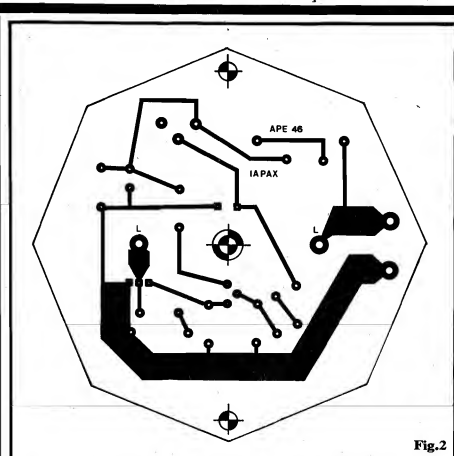
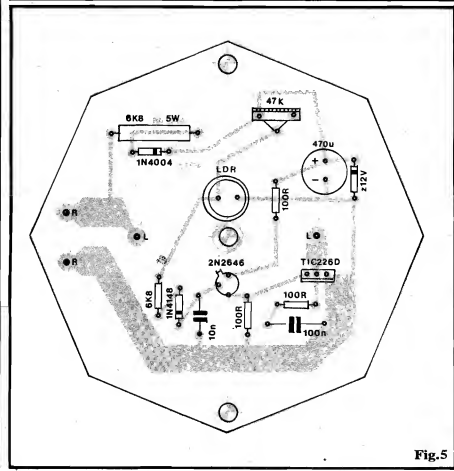

Fig. 2
Fig. 5
- FIG. 2 - LAY OUT DO CIRCUITO IMPRESSO ESPECÍFICO - Num formato (como já foi mencionado) "fora do padrão", já que as placas costumemente assumem desenho quadrado ou retangular, a placa específica da IAPAX é vista pelo seu lado cobreado, destacando-se em negro as trilhas e ilhas que "sobram" depois da corrosão. Devido às próprias características finais de utilização, e também às dimensões um tanto "folgadas" dos componentes apropriados, o padrão ficou bem "descongestionado", tornando muito fácil a sua reprodução e confecção, seja usando decalques, seja com tinta e caneta especial... Alguns pontos, porém, são muito importantes para a perfeita acomodação de peças periféricas, e correto "casamento" mecânico final do conjunto: a posição de todas as ilhas e furos tem que ser respeitada rigorosamente. Os três furos em linha (um no centro da roseta octagonal e outros dois em vértices do polígono) devem apresentar um diâmetro interno (de furação, portanto) de 4mm, de modo a facilitar a passagem de parafusos não muito estreitos... As furações das ilhas mais "taludas", situadas nos extremos das trilhas largas (são percursos de alta Corrente e alta Potência, por isso precisam ser largas...) deve situar-se entre 1,5 mm e 2,0 mm (as demais ilhas poderão receber furação em calibre "padrão", entre 0,8 mm e 1,0 mm). No mais, é só conferir muito bem o impresso, ao final da confecção (ainda antes de inserir e soldar as peças, sempre lembrando que cuidados de isolamento e verificação de contatos espúrios torna-se ainda mais importante em montagens que envolvam Potências, Tensões e Correntes elevadas (como é o caso da IAPAX...).
- FIG. 5 - "CHAPEADO" DA MONTAGEM - O Circuito Impresso, no seu formato de octógono regular, é visto agora pelo lado não cobreado, todas as peças devidamente posicionadas, identificadas pelos seus códigos, valores, polaridades, etc. Vários dos componentes são polarizados, ou seja: devem obrigatoriamente ser colocados e ligados numa única e certa posição, já que qualquer inversão poderá arruinar o componente e - seguramente - impedirá o funcionamento do próprio circuito... Referimo-nos, especialmente, aos seguintes componentes:
previamente realizados nas ilhas respectivas... Caso isso não seja possível, as lâminas metálicas dos terminais (geralmente em cobre ou latão) podem ser soldadas diretamente às grandes ilhas "L-L" (rever fig. 2), ou ainda eletricamente ligadas a elas com o auxílio de um pedaço curto de fio de cobre nu e rígido, soldado tanto aos terminais quanto às ditas ilhas... A fixação mecânica do soquete deve ser feita através de parafuso e porca (no calibre apropriado), passando pelo furo central da base do dito soquete, e pelo furo central da própria placa, sobresaindo, pelo lado dos componentes (no Impresso) a ponta do dito parafuso, com a respectiva porca (em posição logo inferior à do LDR, no diagrama da fig. 5). É importante, por razões de isolamento, que o lado inferior da base do soquete tenha sua face totalmente em cerâmica, sem excrescências metálicas que possam fazer "curto" com as pistas cobreadas do Impresso...